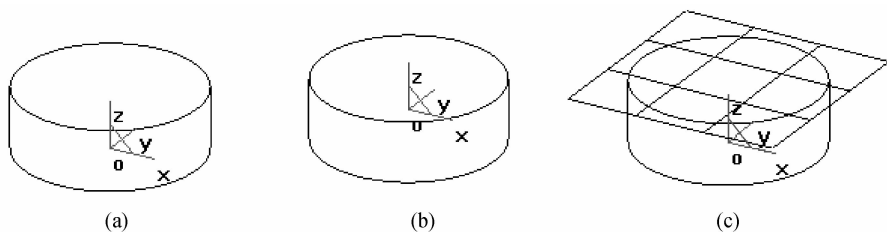

图 3-4 拉伸增料的类型
(1)固定深度。固定深度是指按照给定的深度值进行单向的拉伸增料,如图 3-4(a)所示。
(2)双向拉伸。双向拉伸是指以草图为中心,向相反的两个方向进行拉伸增料,深度值以草图为中心平分,如图 3-4(b)所示。
(3) 拉伸到面。拉伸到面是指拉伸位置以曲面为结束点进行拉伸增料,进行此操作时需要选择要拉伸的草图和拉伸到的曲面,如图 3-4(c)所示。